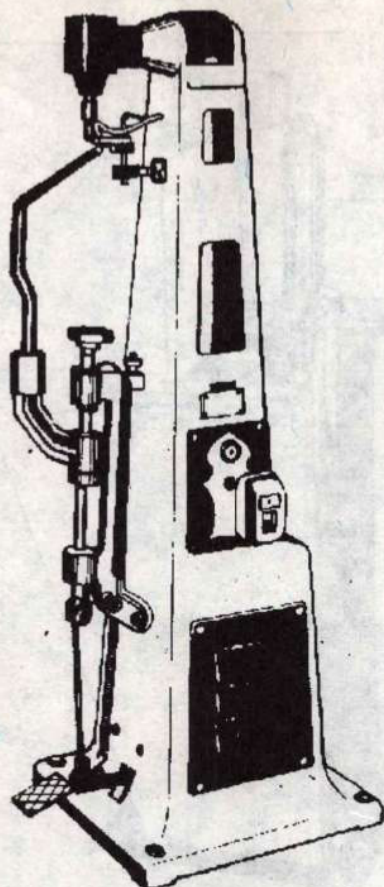

Fig. 3
2. MÁQUINA CARRETILLA DE PLANTAS (Fig. 3)